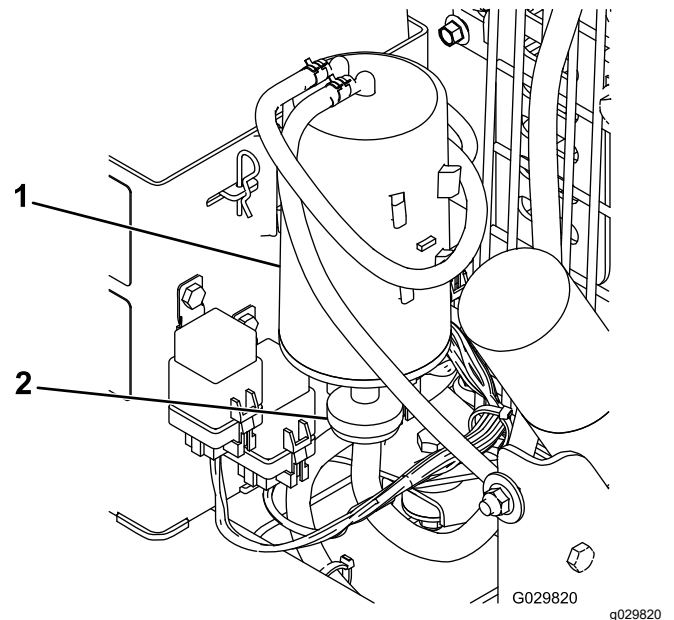

図 18
2. カーボンキャニスタフィルタを取り外して廃棄する (図 18)。